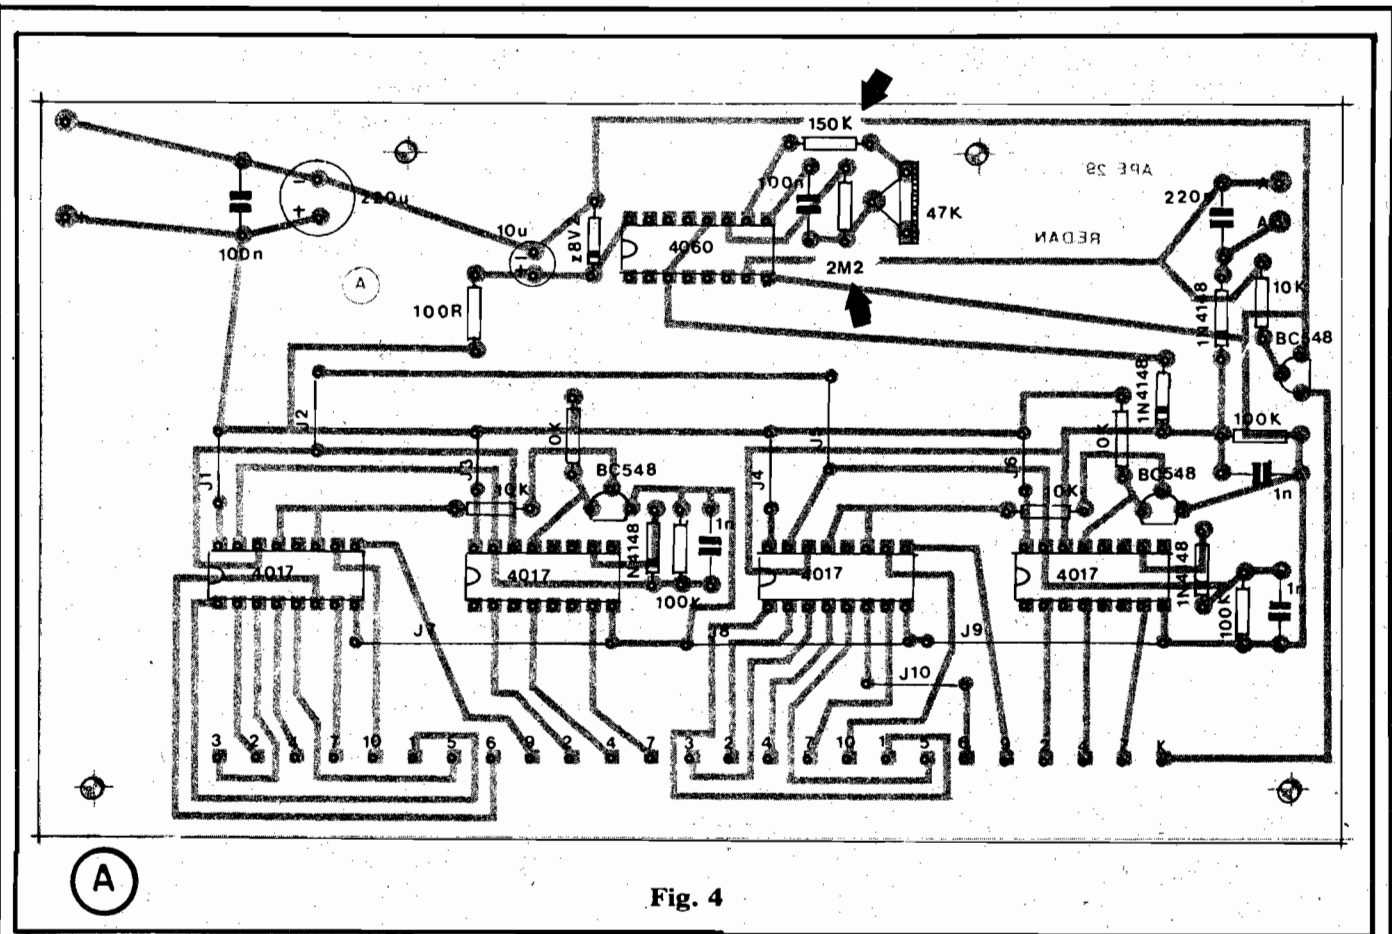
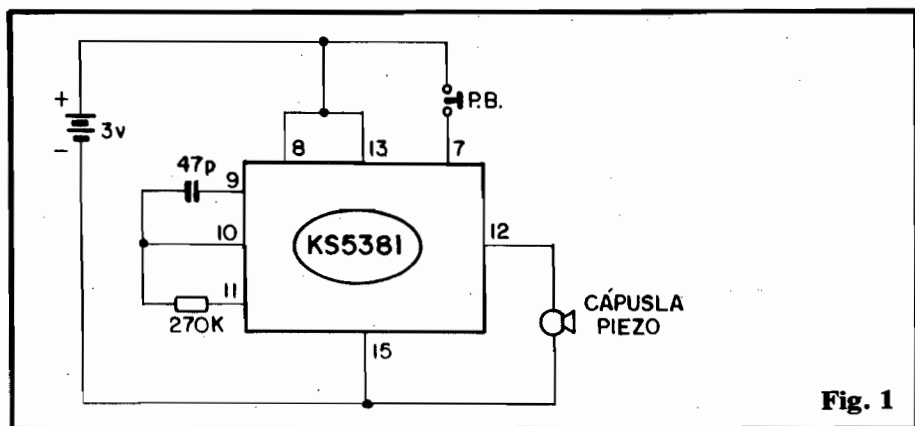

Fig. 4
Fig. 1
Vamos por partes, Jorge... Pra começar, a falha que Você descobriu realmente existe (aproveitamos para agradecer pela colaboração, e pedir desculpas à Turma, pelo "escorregão"...). Notem que o "esquema" (pág. 33 - fig. 1 - APE 29) está correto, e o lapso encontra-se unicamente no "chapeado" (pág. 36 - fig. 4). O que ocorreu foi uma "troca simples" na notação dos valores dos tais res-
sistores (o de 2M2 saiu marcado como "150K" e o de 150K foi marcado como "2M2"...). Não é necessária a utilização de nenhum jumper ou artifício "extra-placa", para a correção das montagens eventualmente já realizadas: basta - conforme ilustra a fig. A do presente CORREIO (que re-publica a fig. 4 da referida montagem...) "desinverter" as posições dos tais resistores, agora mostrados em suas localizações certas, indicadas pelas setas! Pedimos a todos os Leitores/Hobbystas que anotem essa correção nos seus exemplares de APE nº 29, para que tudo fique "nos conformes"... Agora, analisando o "comportamento" da sua montagem, Jorge: acreditamos que a não "piscagem" do seu display devia-se unicamente ao fato da oscilação no 4060, ter estado ou bloqueada (pela inversão dos valores dos citados resistores...) ou muito lenta (pela brutal alteração na sua constante de tempo, devido também à inversão dos tais valores resistivos...). Não é "normal" que algum defeito de componente leve ao simples não acendimento do display das horas (salvo se ambos os 4017 desse setor estejam inutilizados...). O mais provável é um problema de contato, "curto", fio partido, etc., na conexão entre placas (notadamente no "ramo" K da barra de inter-conexão, observe...). Note, ainda, Jorge, que todos os catodos, de todos os 24 LEDs devem estar eletricamente interligados, através do cobreado da placa: um ponto que pode induzir a erro é aquela pequenina ligação entre os catodos dos LEDs de hora e minuto em cada divisão angular do display (exemplo: o catodo do LED de "12 horas" com o catodo do LED de "0 minutos"...). Se tais interconexões não tiverem sido feitas, o círculo interno (horas) ficará permanentemente não energizado... Ressalvadas essas duas possibilidades, testar o único componente cujo "estado" pode, eventualmente, inibir a "piscagem" dos LEDs (sejam os de minutos, sejam dos de horas...) que é o transistor BC548 localizado no centro da lateral menor direita da placa (ver no "chapeado" - fig. 4). Se tal transistor estiver invertido ou defeituoso, a "não piscagem" está explicada... De resto, o circuito é plenamente funcional, e o nosso protótipo está aqui, no Laboratório de APE, funcionando continuamente desde junho/91, sem problemas! A propósito, Jorge, Você se esqueceu de nos dar uma importante "pista", que facilitaria bastante nosso diagnóstico "à distância": se o botão de "acerto" está ou não operando correta-
Pra Você ver, Ronnie, que aquilo que sempre dizemos ("simples é melhor") não é balela...! Arranjos extremamente "enxugados" costumam - em aplicações não sofisticadas - dar excelentes resultados práticos! O DEMP é um exemplo "vivo"... Pode montar, tranquilo, que vai funcionar direitinho (Você já viu a montagem do seu amigo, não é...?). Agora, quanto às modificações que Você pretende, experimente as sugestões relacionadas na fig. C (compare com o "esquema" original, fig. 1 - pág. 38 - APE nº 30). Pode, sim, mudar a alimentação para 9V, sem problemas em usar a pequena bateria, já que o consumo médio de Corrente é baixo, em qualquer caso... Conforme mostra o asterisco dentro de um pequeno círculo, altere o valor do resistor original de 100K para 150K (apenas para prevenir "sobrepolarização" no transistor...). Se isso gerar um "abaixamento" muito sensível na frequência do sinal audível emitido, "compense" a constante de tempo, diminuindo o valor original do capacitor (470n) para 390n... Para substituir o alto-falante, a primeira providência será oferecer ao circuito uma "carga falsa" equivalente, o que pode ser feito pela inserção de um resistor de 12R (asterisco dentro de um quadradinho) simplesmente "no lugar" do tal alto-falante... A ligação de uma cápsula transdutora piezo (cristal) poderá ser, então, tentada em dois lugares: ou entre os pontos A-A (ver ligação em linhas tracejadas, na figura) ou entre os pontos B-B (também diagramado na figura, em linhas tracejadas...). Adote a solução que melhor resultados "auditivos" der... Eventualmente, dependendo da impedância real da cápsula de cristal utilizada, talvez o melhor desempenho seja obtido colocando-se **em série** com o tal transdutor um capacitor (poliéster) de 10 a 100n (experimente, e fixe-se no valor que melhor resultado der...).
- FIG. 1 - O CIRCUITO - Tudo, mas tudo mesmo, da parte ativa do circuito, encontra-se "dentro" do Integrado KS5381, numa verdadeira obra prima da engenharia industrial que, atualmente, consegue enfiar uma manada de elefantes num... galinheiro! O KS5381 é apresentado em pinagem DIL (16 "pernas") convencional, sendo muitas as suas possibilidades de acesso e controle, a maioria das quais, entretanto, não vem ao caso para a montagem da "COM" (CAIXINHA DE 7 MÚSICAS). Aos pinos 9-10-11 devem ser acoplados, simplesmente, um resistor de 270K (valor recomendado pelo fabricante) e um capacitor